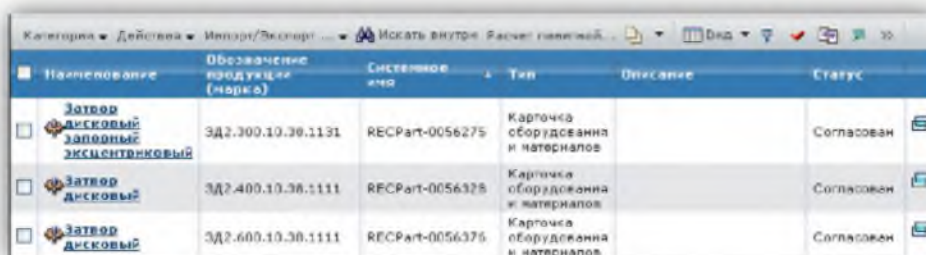

Рисунок 4.8.5.1– Окно результата работы автофильтра
4.8.5 Нажмите «ОК» (рисунок 4.8.5.1).